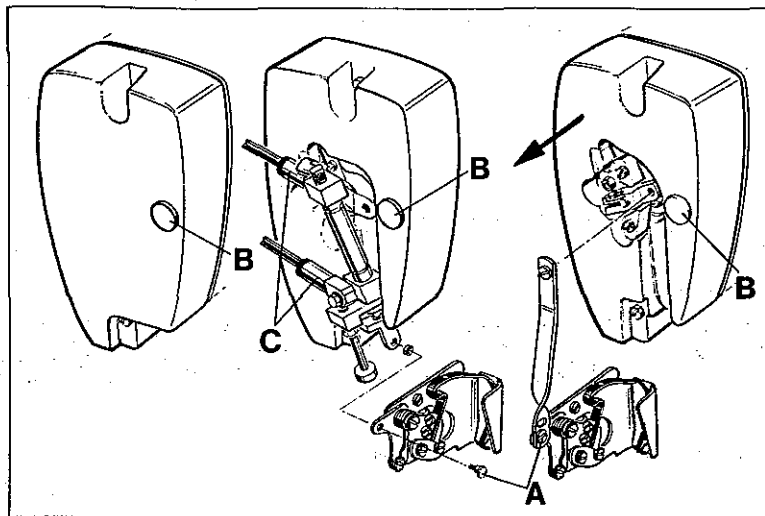
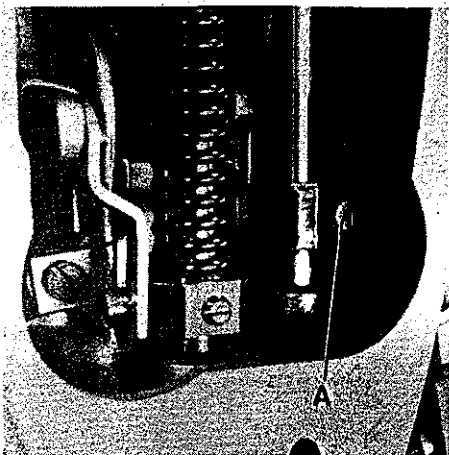
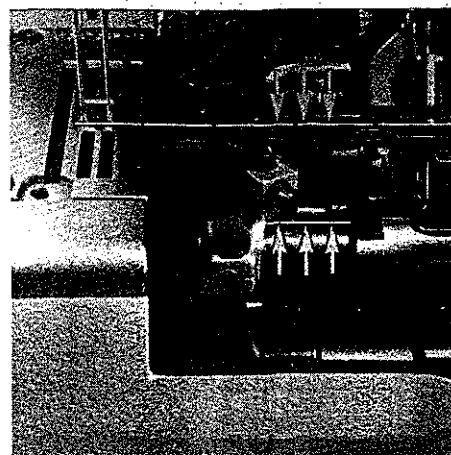
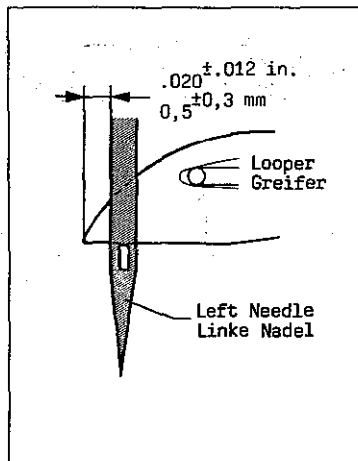

Fig.18
Fig. 19
Fig.20
Fig. 22
1. Remove the head cover\*, presser foot and feed dogs. For removing the head cover on styles with thread wiper also shoulder screw (A, Fig. 18) on bell crank lever of thread wiper has to be screwed out. On styles equipped with pneumatic thread wiper additionally the PA-tubes have to be disconnected on the straight connectors (C) of the air cylinder. On styles with solenoid operated thread wiper the head cover has to be removed horizontally (in direction of the arrow) to avoid damaging of plug and receptacle.
3. Loosen screw (A, Fig. 19) and turn needle bar as required, so the needles center in the needle holes of throat plate and are parallel to the looper shaft (see Fig. 20). This can be checked by holding a ruler against the needles.
4. Retighten screw (A, Fig. 19).
1. Entfernen Sie den Kopfdeckel\*, Drückerfuß und Transporteure. Zum Entfernen des Kopfdeckels muß bei Maschinen mit Fadenzieher auch die Ansatzschraube (A, Fig. 18) am Winkelhebel des Fadenziehers herausgedreht werden. Bei Maschinen, die mit pneumatischem Fadenzieher ausgerüstet sind, müssen zusätzlich die PA-Schläuche an den geraden Verschraubungen (C), am Luftzylinder gelöst werden. Bei Maschinen mit magnetisch betätigtem Fadenzieher muß der Kopfdeckel horizontal (in Pfeilrichtung) abgezogen werden, damit Stecker und Steckbuchse nicht beschädigt werden.
3. Lösen Sie die Schraube (A, Fig. 19) und drehen Sie die Nadelstange so, daß die Nadeln mittig in die Stichlöcher der Stichplatte einstechen und parallel zur Greiferwelle stehen (siehe Fig. 20). Dies kann durch Anlegen eines Lineals an die Nadeln geprüft werden.
4. Ziehen Sie die Schraube (A, Fig. 19) wieder an.
\* The needle bar can also be aligned and set to height without removing the head cover. For this, remove plug (B, Fig. 18) in the head cover to have access to screw (A, Fig. 19) in the needle bar connection. Remount the plug.
\* Die Nadelstange kann auch ohne Abbau des Kopfdeckels ausgerichtet und auf die Höhe eingestellt werden. Entfernen Sie dazu den Verschlussstopfen (B, Fig. 18) im Kopfdeckel, damit die Schraube (A, Fig. 19) im Nadelstangen-Mitnehmer zugänglich wird. Montieren Sie den Verschlussstopfen wieder.
The height of needle bar is correct, when the looper point at its travel from right to left is 0,5 mm (.020 in.) left of the left needle (see Fig. 22) and the top of the needle eye is flush with the underside of the looper. For adjustment loosen screw (A, Fig. 19)\* and move needle bar up or down as required. Retighten screw (A).
Die Nadelstangenhöhe ist richtig eingestellt, wenn die Greiferspitze bei ihrem Weg von rechts nach links 0,5 mm links der linken Nadel steht (siehe Fig. 22) und Oberkante Nadelöhr und Unterkante Greifer in gleicher Höhe stehen. Lösen Sie für diese Einstellung die Schraube (A, Fig. 19)\* und schieben Sie die Nadelstange nach Bedarf nach oben oder unten. Ziehen Sie die Schraube (A) wieder an.
\* Die Nadelstange kann auch ohne Abbau des Kopfdeckels ausgerichtet und auf die Höhe eingestellt werden. Entfernen Sie dazu den Verschlußstopfen (B, Fig. 18) im Kopfdeckel, damit die Schraube (A, Fig. 19) im Nadelstangen-Mitnehmer zugänglich wird. Montieren Sie den Verschlußstopfen wieder.